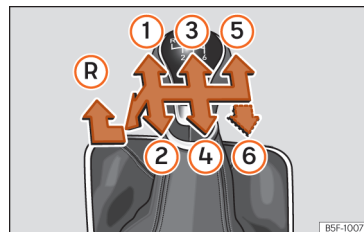

Fig. 97 Esquema de uma caixa de velocidades manual de 5 ou de 6 velocidades.
Na alavanca das velocidades indicam-se as posições das velocidades » » Fig. 97.
- Com a alavanca das mudanças em ponto morto, pressione-a para baixo, mova-a para a esquerda até ao fim e depois para a frente para selecionar a marcha-atrás »» Fig. 97 (R).